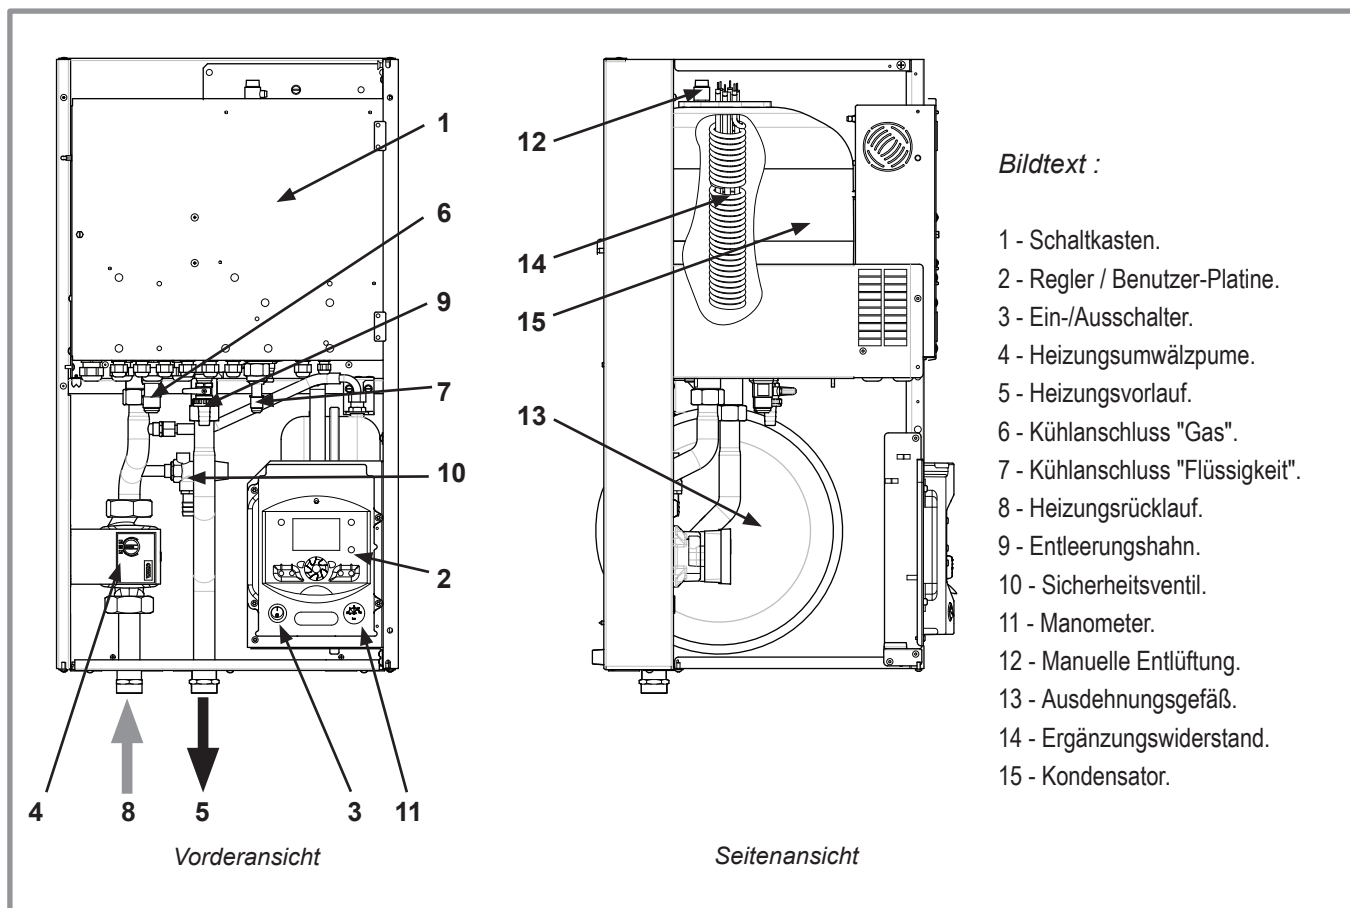

Abbildung 8 - Elemente des Hydraulikmoduls
- Im Kondensator (Ken. 14, Abbildung 8, Seite 11) : Die Energie des Kältemittels wird an den Heizungskreislauf übergeben. Das Kältemittel wird wieder flüssig.